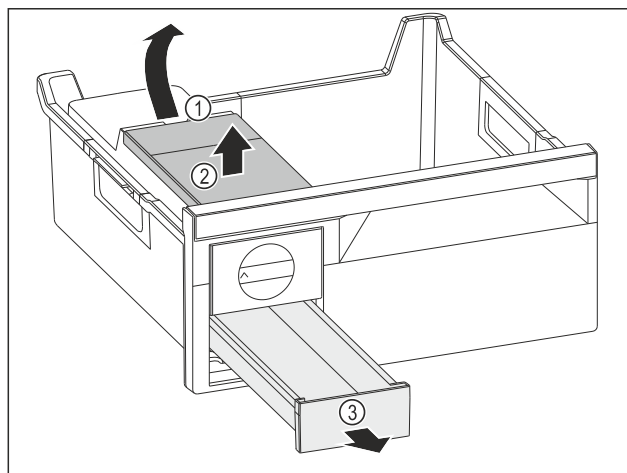

Fig. 75
- ▶ Wyjmowanie zbiornika wody: Zbiornik wody unieść za wycięcia Fig. 75 (1).
- ▶ Wyjąć zbiornik wody Fig. 75 (2) do góry.
- ▶ Wyjąć szufladę na kostki lodu Fig. 75 (3) do przodu.